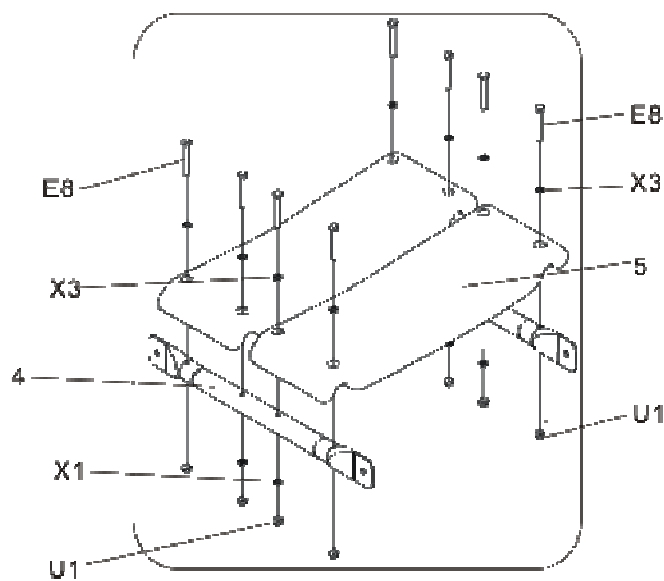

Figure 5
6. Krok 6: Namontujte dve sedadlové časti (5) na fixačnú tyč (4) použitím skrutky (E8), podložky (X1, X3) a bezpečnostnej matice (U1). Pozri obrázok FIG5.